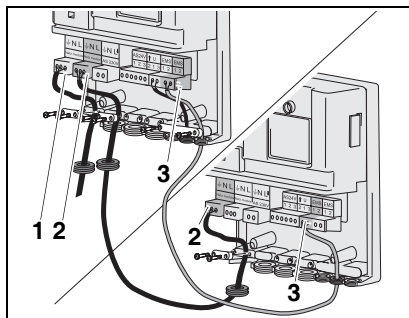

Fig. 4 Twee modules met elkaar verbinden, Netspanning aansluiten
Het is mogelijk om meerdere verschillende modules (bijv. EM10 en VM10) met elkaar te verbinden. Om twee of meer modules met elkaar te verbinden, kan de netaansluiting (fig. 4, pos. 2) en de EMS-aansluiting (fig. 4, pos. 3) steeds doorverbonden worden. **Let op!** Deze aansluiting is polariteitsgevoelig. De EMS-buskabel mag in totaal niet langer dan 100 m zijn.
- Sluit de Logamatic RC thermostaat aan op de EMS-aansluiting (fig. 4, pos. 3).
- Sluit de 230 VAC netaansluiting aan (fig. 2, pos. 1 en fig. 4, pos. 1).